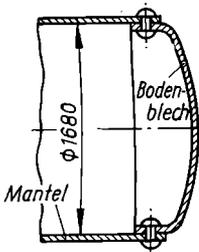

Bild 43
74. Das gewölbte Bodenblech eines Dampfkeßels von 1680 mm Dmr. ist nach Bild 43 mit einer Reihe Nieten rundum in dem Keßelmantel befestigt. Die Nietteilung, d. h. die Entfernung von Mitte bis Mitte Niet, soll gleich dem 2,5fachen Nietdurchmesser sein. Dampfspannung 12 at Überdruck. Der Druck des Dampfes auf den gewölbten Boden ist gleich dem Druck auf die Projektion des Bodens in Achsenrichtung, d. h. auf die ebene Kreisfläche. **a)** Welche Schubkraft haben sämtliche Nieten zusammen aufzunehmen? **b)** Welcher Nietdurchmesser ist erforderlich, wenn die zulässige Abscherspannung für Dampfkeßelniete 700 kp/cm² beträgt? **c)** Wie viele Nieten werden gebraucht?